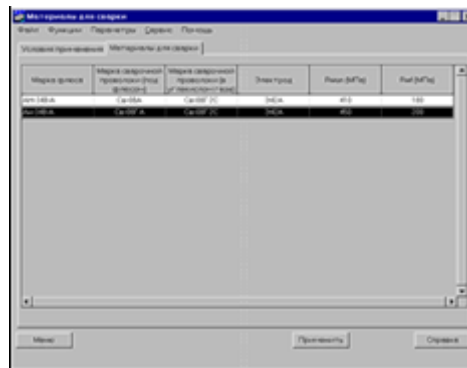

Рис. 3-2
3.2. Страница Материалы для сварки (Рис. 3-2) содержит список рекомендуемых материалов (марки флюса и сварочной проволоки, типы электродов).